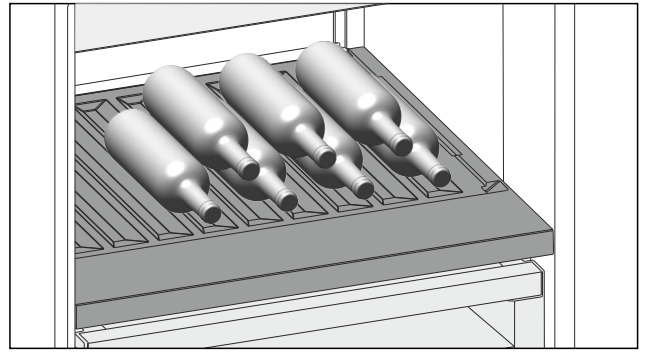

Fig. 156
- ▶ Flaschen mit dem Boden nach hinten zur Rückwand einlegen. (siehe Fig. 156)